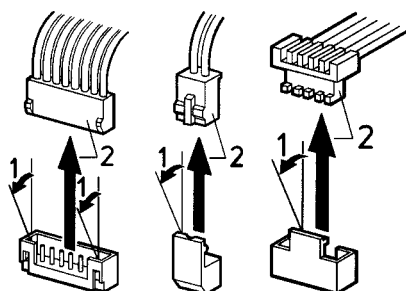

Fig. 12a
Beachten Sie bitte die verschiedenen Steckerausführungen (Fig. 12a/12b)!
- Fig. 12a:** 1 – Rastnase lösen
Please note that there are different versions of connectors (Fig. 12a/12b)!
- Fig. 12a:** 1 – Release locking cap